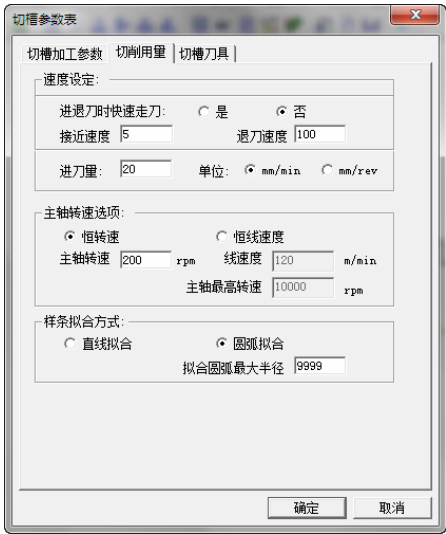

图 4-156 切槽切削用量参数设定
2) 单击“切削用量”选项卡，设置切削用量具体参数，进退刀时快速走刀：否；进刀量=20，单位：mm/min；主轴转速选项：恒转速；主轴转速：200；样条拟合方式：圆弧拟合，如图 4-156 所示。